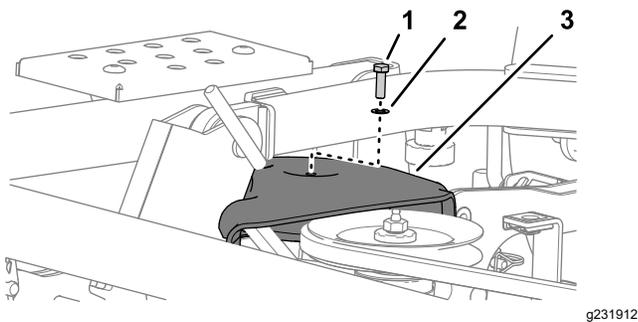

Figura 117
2. Remova o parafuso e a anilha que fixam a cobertura da polia à plataforma do cortador (Figura 117).
1. Alinhe a cobertura da polia por cima da polia mais à direita; consulte Figura 117 em Remoção da cobertura da polia \(página 81\).